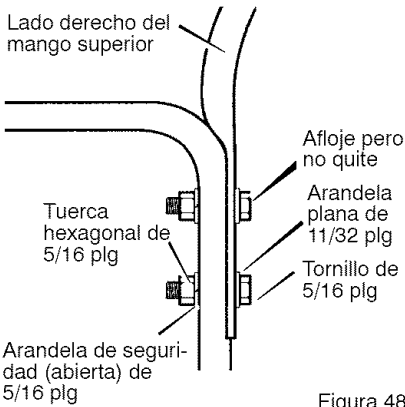

Figura 48
2. Afloje pero no quite los tornillos, arandelas planas, arandelas de seguridad y tuercas hexagonales que se encuentran en los agujeros superiores del mango inferior. Vea la Figura 48.
3. Retire los sujetadores de los agujeros inferiores del mango inferior. Vea la Figura 48.